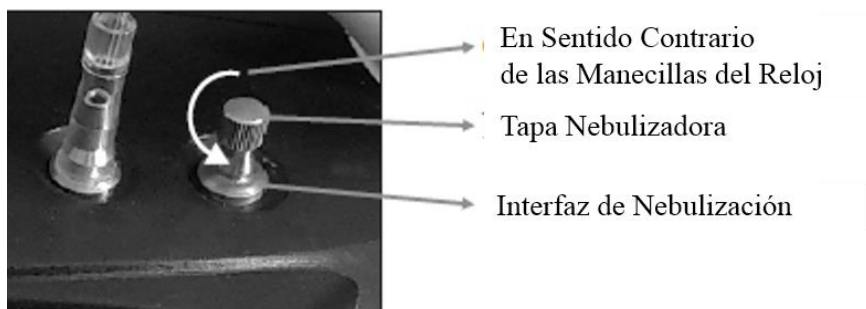

Figura 7. Nebulizador
- Hacia arriba extraiga la cubierta de nebulización de la interfaz de nebulización. (Figura 7)